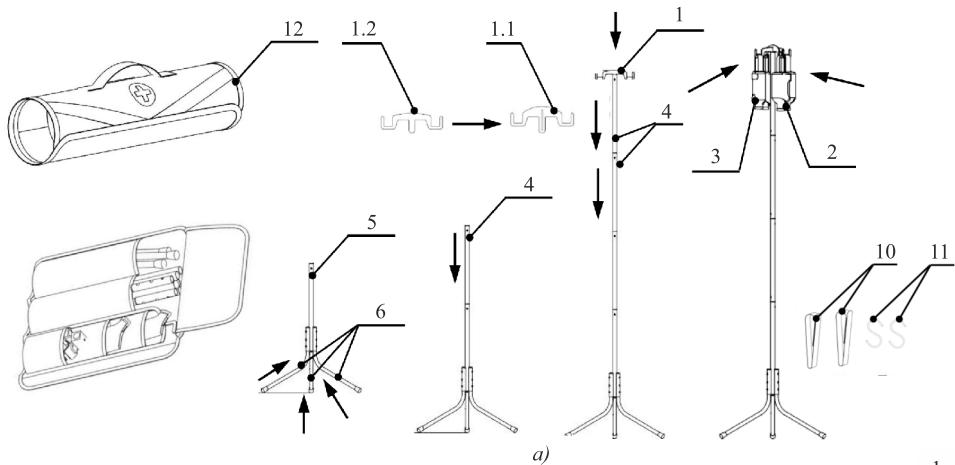

Рис. 3. Схема сборки штатива.
Сборка изделия. См. рисунок 3.
7.2 Выбрать вариант размещения штатива: на полу – на ножках (см. рисунок 3а) или закрепление на кронштейне-струбцине (см. рисунок 3б). Извлечь необходимые элементы и части штатива из кармашков сумки-пенала для штатива (12).